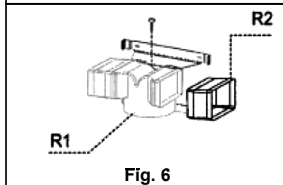

Fig. 6
Für einige Modelle wird ein Set mit Anschlüssen (Fig. 6) mitgeliefert, die mit Spreizdübeln auf einer geeigneten Höhe an der Wand befestigt werden, um den Luftfluss in Übereinstimmung mit den Kaminschlitz zu kanalisieren. Die Verlängerungen R2 seitlich an den Anschlüssen R1 einführen. Den Anschluss R1 über ein Rohr mit Durchmesser 150 mm am Ausgang des Haubenkörpers anschließen.
• MONTAGE KAMINE (Abb. 6):